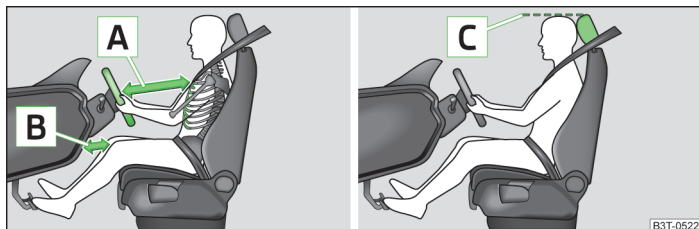

Fig. 143 Posición de asiento correcta del conductor / ajuste correcto del reposacabezas
- Ajustar el volante de tal modo que la distancia entre el volante y el esternón sea, como mínimo, de 25 cm - -A» fig. 143 y entre las piernas y el tablero de instrumentos en la zona del airbag para las rodillas, sea de 10 cm **B**.
- Ajustar el reposacabezas de tal modo que el borde superior del mismo se encuentre de ser posible a la misma altura que la parte superior de su cabeza **C**» fig. 143 de la página 182.
- Ajustar el reposacabezas de tal modo que el borde superior del mismo se encuentre de ser posible a la misma altura que la parte superior de la cabeza **C** » fig. 143 de la página 182.